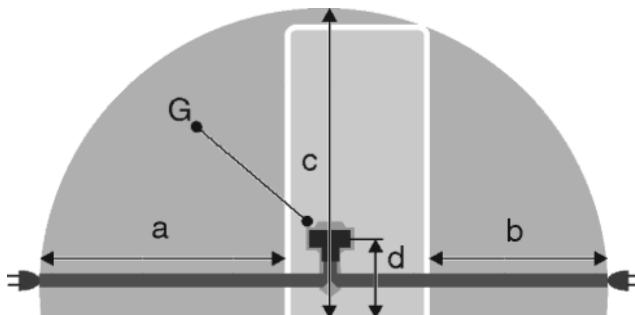

Fig. 23
- Розетка знаходитьться за межами зони задньої стінки пристрою у заданому діапазоні Fig. 23 (a, b, c).
- Штекер пристрою Fig. 23 (G) вставити на задній стінці пристрою. Слід звернути увагу на належну фіксацію.